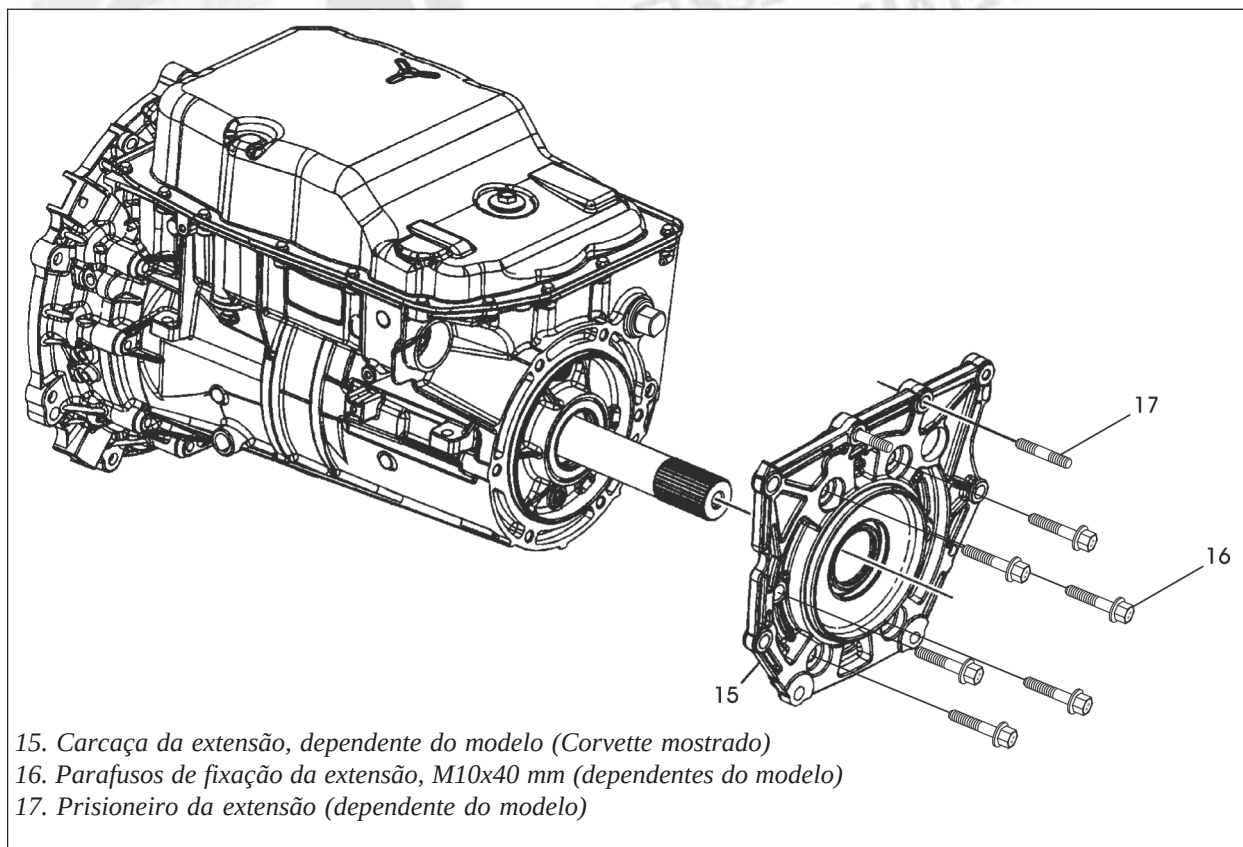

Figura 177
52. Instale os prisioneiros da extensão da caixa, se tiverem sido removidos, conforme mostra a figura 177.
53. Instale a carcaça da extensão da transmissão, conforme mostra a figura 177, e seus seis parafusos de fixação.